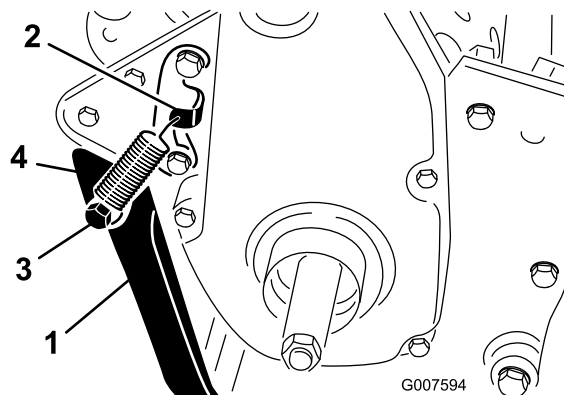

図 5
1. 後フレームについている取り付け穴にキック・スタンドを合わせておいて、スプリングを、スプリング・ブラケットの穴とスプリング・リテーナの穴に引っ掛ける（図 5）。
2. ボルト、ロックワッシャ、スペーサ、平ワッシャ、ロックナットを使って、キック・スタンドをフレームの左右に固定する（図 5）。